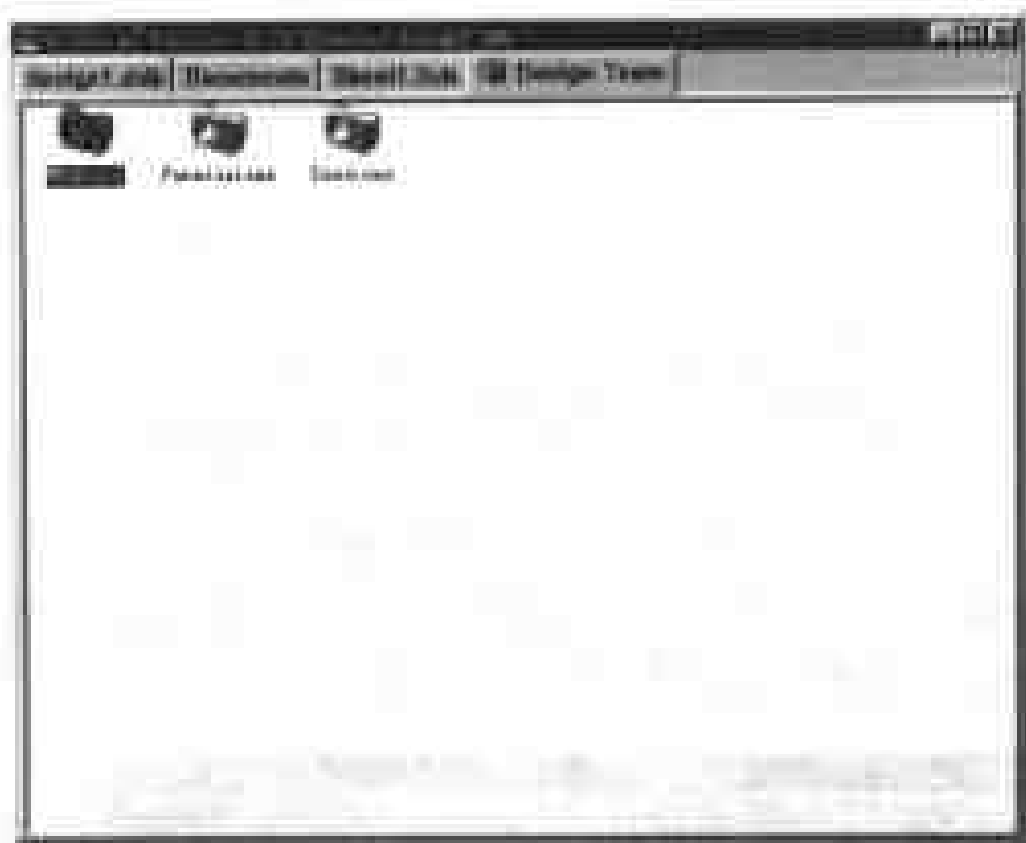
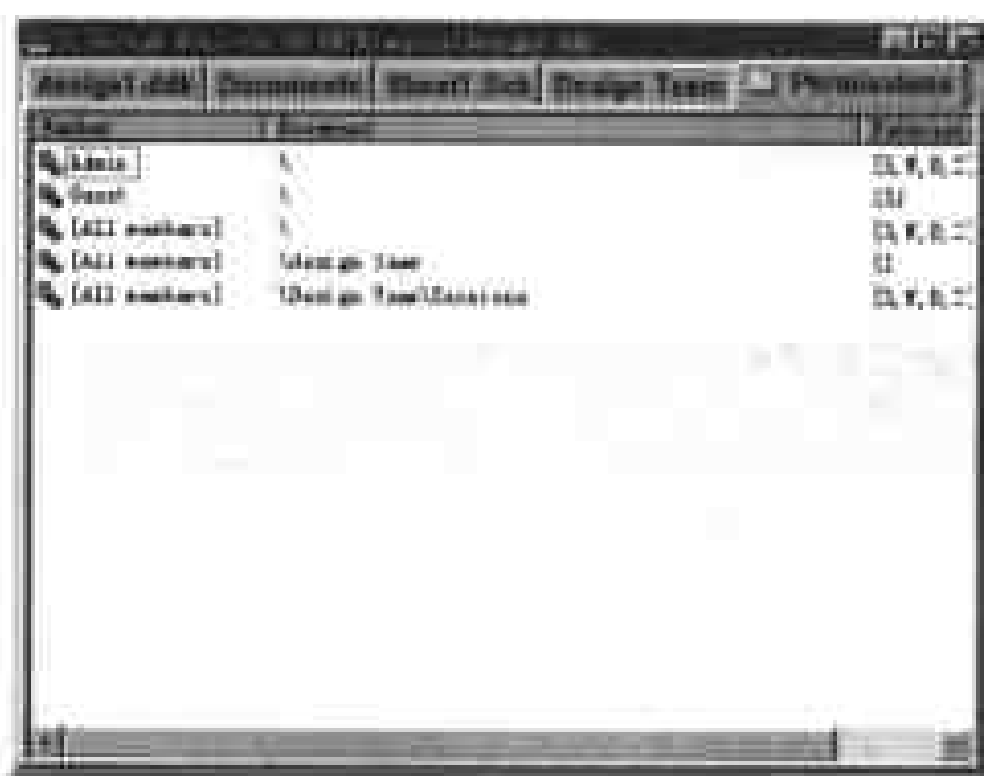
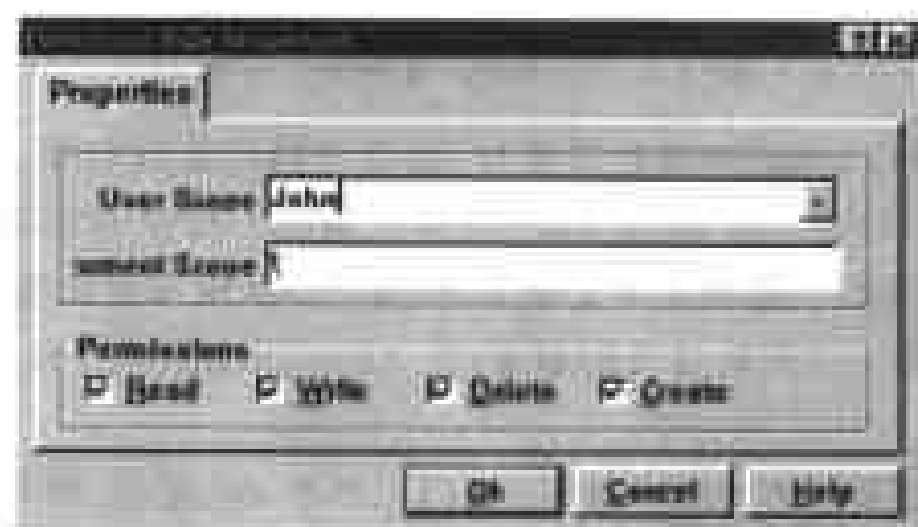

图 1-10 进入团队编辑文件夹
图 1-13 成员权限管理文件夹
图 1-14 设置成员的权限
双击 Design Team 图标,即可打开此文件夹(如图 1-10 所示),其中包含 3 个图标:Members, Permissions, Sessions。它们的功能如下:
(1) 在如图 1-10 所示的窗口中双击 Members 图标,打开成员管理文件夹,此时看到的
的菜单中选择 Close 按钮, 关闭团队成员管理文件夹, 返回图 1-10 所示的窗口; 双击 Permissions 图标, 打开成员权限管理文件夹, 如图 1-13 所示。
(6) 在如图 1-13 所示的窗口中右击 Admin, 在弹出的菜单中选择 New Rule 命令, 弹出如图 1-14 所示的对话框。在对话框中单击 User Scope 选项的下拉列表框, 从弹出的下拉列表中选择 John, 指定要进行设定的成员。
(7) Document Scope 输入框的功能是指定所要设定权限的适用范围,其中的斜杠代表这个项目数据库的根目录。在 Permissions 选区中包括了 4 个复选框,对应读、写、删除和创建 4 种权限,为选定的成员指定了相应的权限后单击 OK 命令按钮,则所设定的权限将在如图 1-13 的窗口中反映出来。